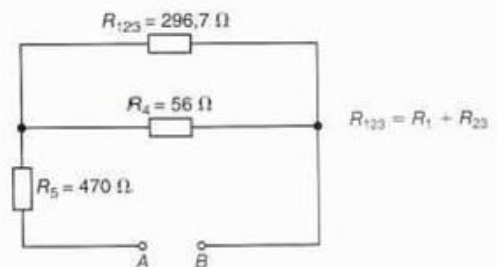

Fig. 2.27.
3. Resolvemos la rama en serie de R_1, R_2, R_3 (Fig. 2.27):